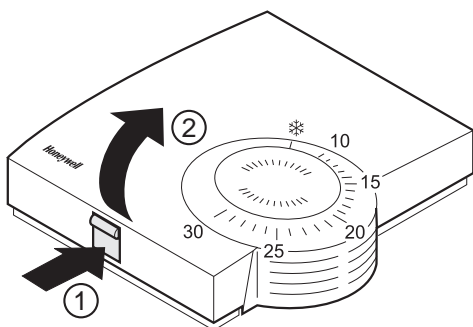

Fig. 11: Înlăturarea capacului carcasei
- ▶ Înlăturați capacul carcasei unității de cameră HCW 80 (vezi Fig. 11).
- ▶ Scoateți capacul carcasei (vezi Fig. 11, Pagina 48).
- ▶ Înlăturați capacul carcasei unității HCW 80 (vezi Fig. 11, Pagina 48).